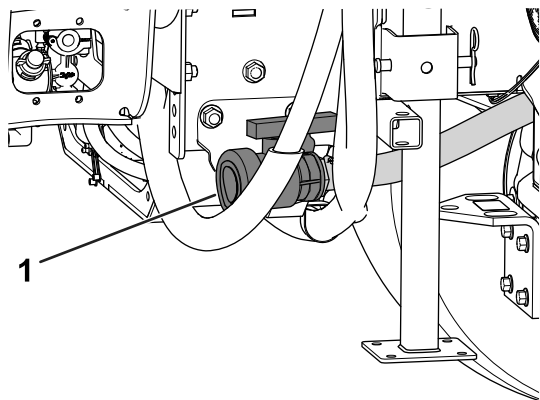

Figura 92
2. Localizai supapa de golire a rezervorului de pe partea dreaptă a mainii (Figura 92).